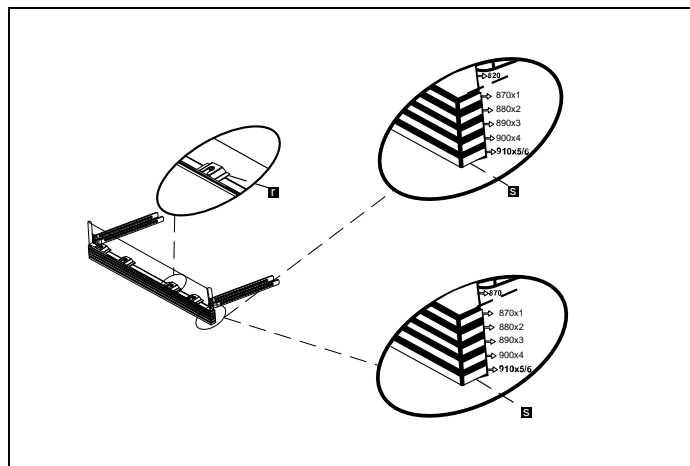

Fig. 22
3) Como se muestra en Fig. 22, los pies cilíndricos del zócalo ajustable se fijan a las piezas metálicas de fijación del zócalo y se introducen a través de la cavidad de la pieza.